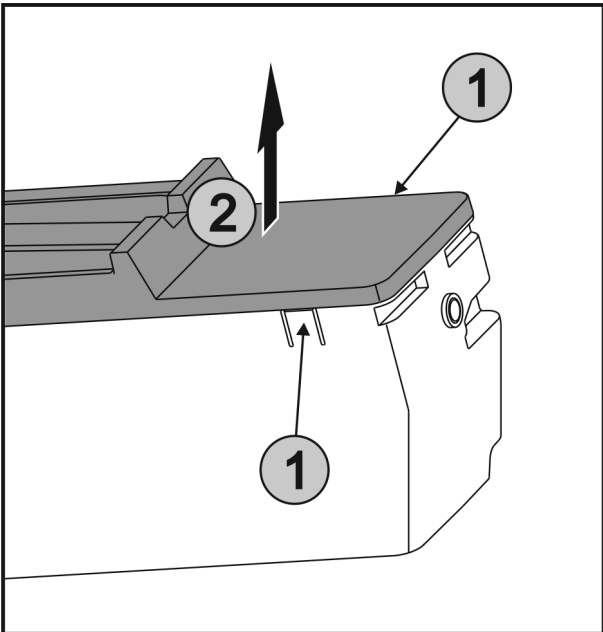

Fig. 47
- ▶ Накладки Fig. 47 (1) з обох боків EasyTwist-Ice натиснути одночасно і кришку Fig. 47 (2) вийняти рухом вгору.